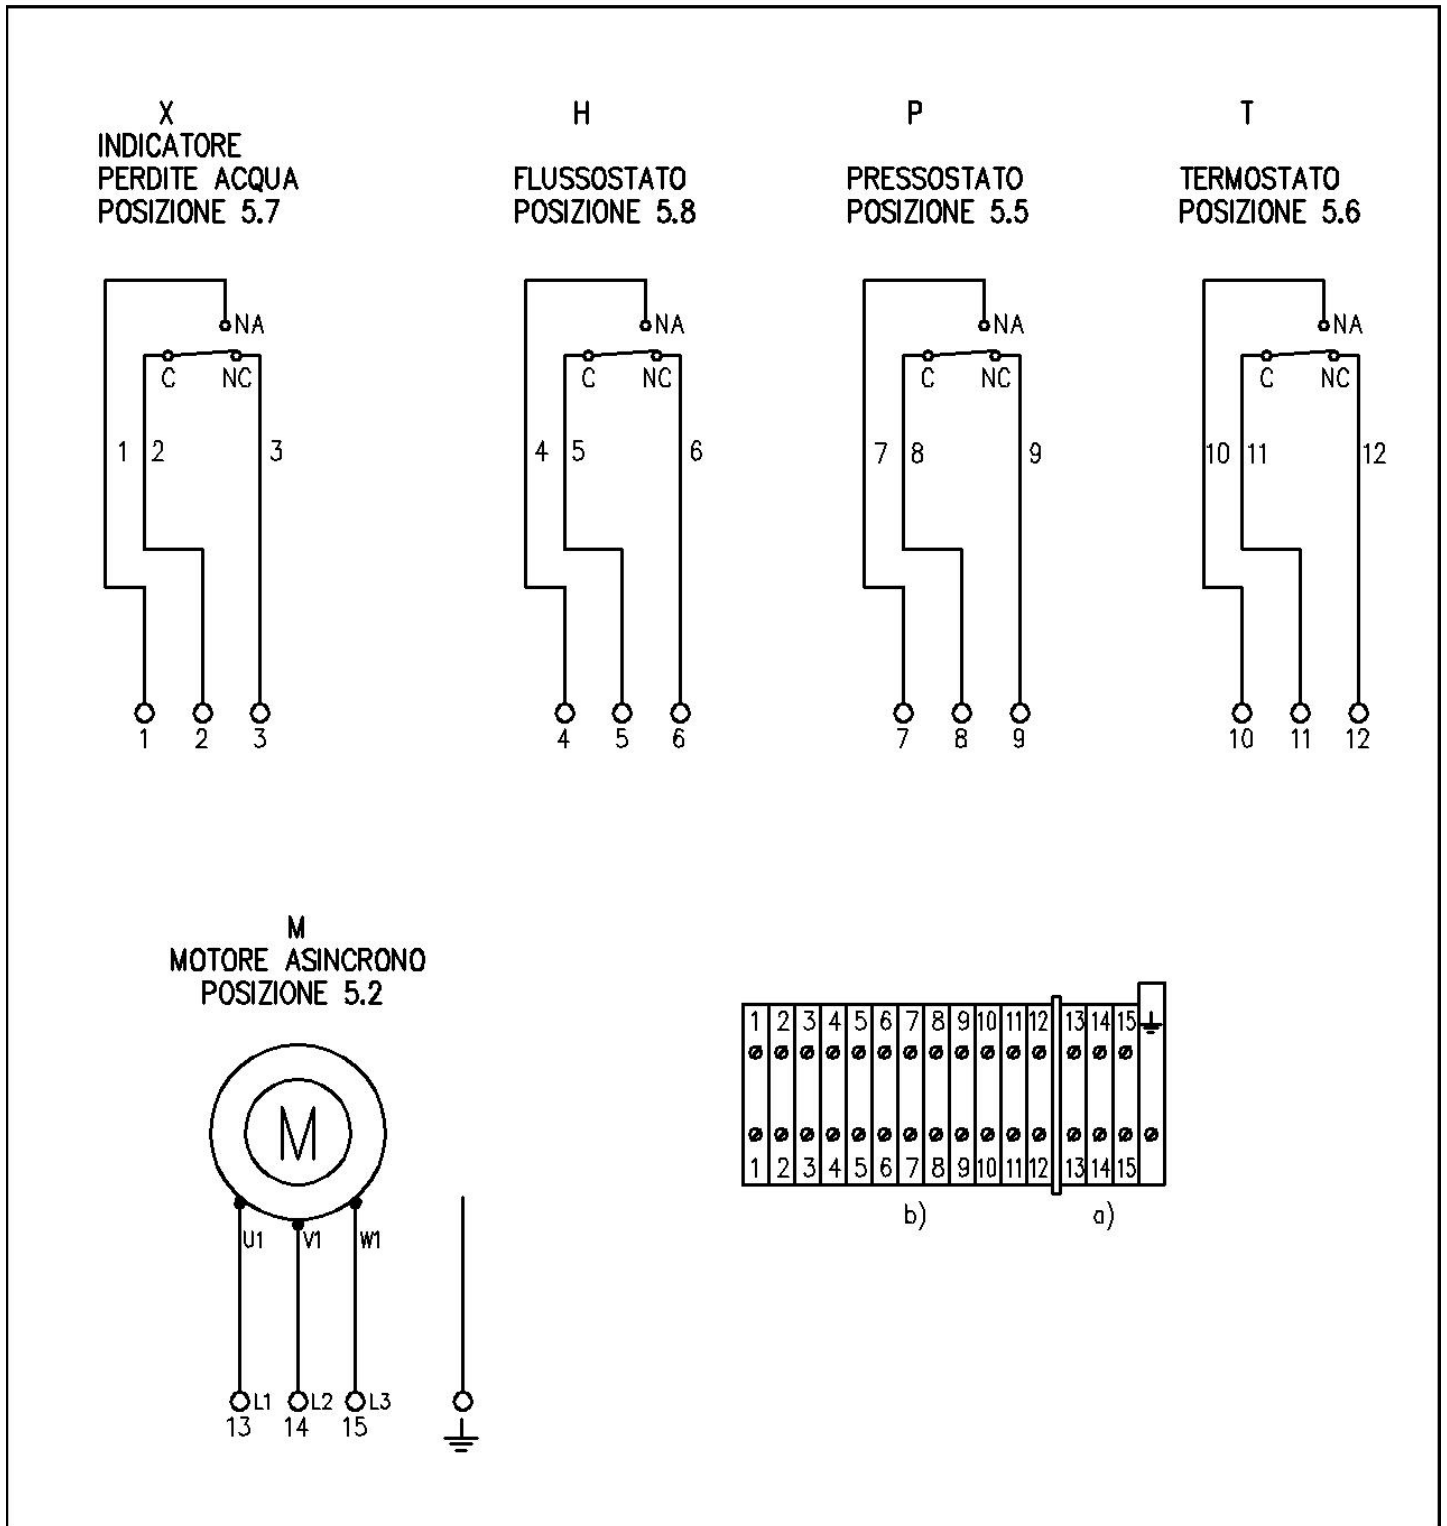

Fig. 9 – Schema elettrico per scambiatore di calore aria-acqua
c.7 Apparecchi di controllo (vedere schema di fig. 9)